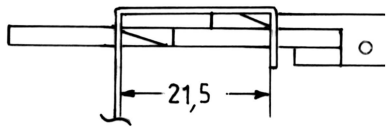

Abb. 10: Biegen über eine Mauser-Schieblehre
2. Zweiter Schenkel über den Innenmeßschenkel einer auf 21,3 mm eingestellten Schieblehre abwinkeln und auf 1,5 mm ablängen (Abbildung 10). Die Faktoren für die in Arbeitsgang 1-3 angegebenen Längenmaße sind der Jufferndurchmesser von 7 mm und eine Rüstbrettdicke von 2,8 mm.